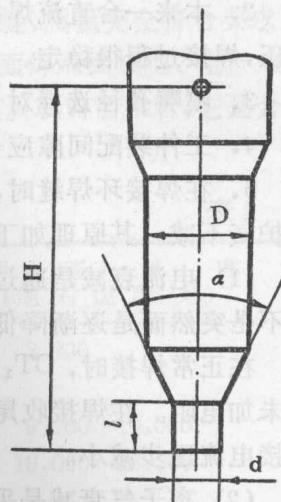

图 3 焊嘴的几何尺寸
3. 与切割相比喷嘴的形状不同（见图 3）。焊接喷嘴压缩角 α 较大（因焊接是柔性弧），一般采用 $\alpha = 60 \sim 75^\circ$ ；而切割 α 较小， $\alpha = 30^\circ$ 。焊接喷嘴口直径 d 与孔道长度 l 之比小，